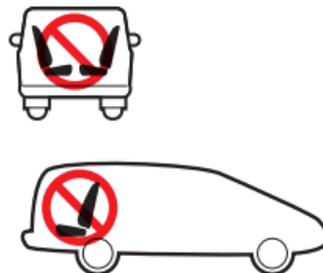

Figure 38
- Installez ce siège d'auto seulement sur les sièges du véhicule orientés vers l'avant. N'installez JAMAIS ce siège d'auto sur des sièges de véhicules orientés vers le côté ou l'arrière, tel qu'illustré dans la **Figure 38**.